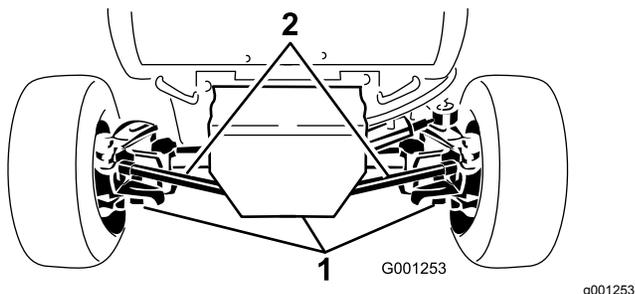

Рисунок 59
2. Очистите поверхности вокруг трех сливных пробок (Рисунок 59).